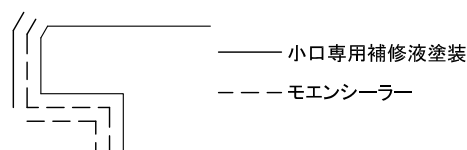

図4 COOLイルミオ加工部の補修塗装
- 乾燥後、COOLイルミオ出隅側端部切断断面および面取り加工面に小口専用補修液を、合いじゃくり加工部にモエンシーラーを塗布する。(図4参照)